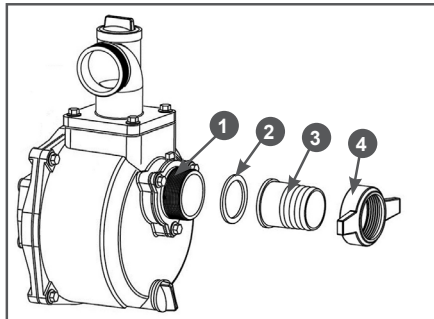

Рис. 9 Установка патрубка всасывающего рукава
1. Установите патрубок 3 через уплотнительное кольцо 2 к впускному (всасывающему) фланцу 1 насоса и плотно затяните гайку 4 патрубка (Рис. 9).